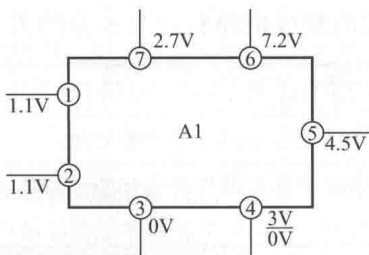

图 1-4 集成电路直流电压标注示意图
| 故障检修方面 | 进行电路故障的检修时,有不少的集成电路在电路符号上都标出了各引脚的直流工作电压,如图1-4所示。这是一个十分重要的修理资料,有了它可以大大地方便故障的检查。例如,①脚和②脚上标有1.1V,表示在正常工作时,集成电路的这两根引脚的直流工作电压为1.1V。④脚上标注有两种电压,这是该引脚在不同工作状态下的两个直流电压值,通常主要工作状态是上面(3V)这一电压值,在另一工作状态是下面(0V)电压值。所谓主要工作状态是指电子电路大部分时间所处的工作状态,如在录音和放音电路中,放音是主要工作状态,录音则是非主要工作状态。 |